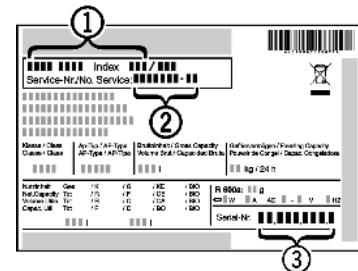

Fig. 53
- ▶ Прочетете от идентификационната табелка означението на уреда *Fig. 53 (1)*, сервизния № *Fig. 53 (2)* и серийния № *Fig. 53 (3)*. Идентификационната табелка се намира на лявата вътрешна стена на уреда.